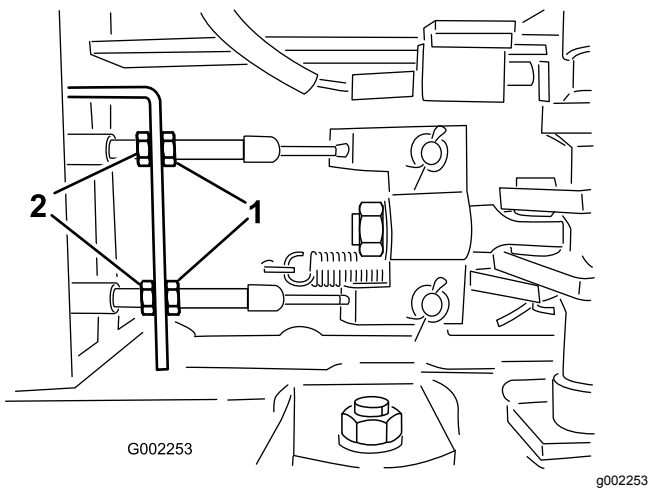

图 92
- 5. 松开打药机前端下面的刹车线上的前锁紧螺母图 92。
6. 均匀地旋紧后锁紧螺母直至刹车踏板移动 12cm 时即感觉到阻力图 92。